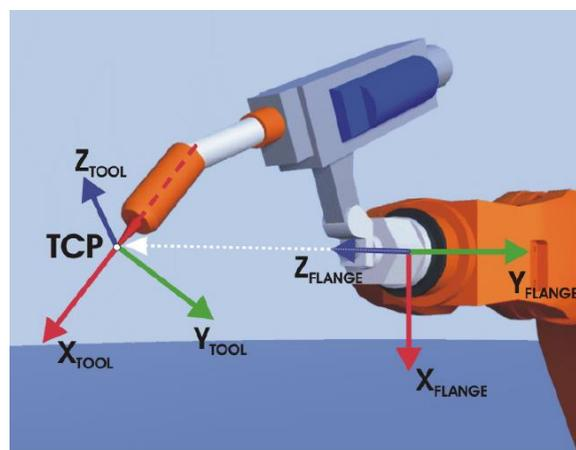

Figure 3 : repère de la flasque (*flange*) (R_7) et repère de l'outil (*tool*) (R_7) complexe.
B) **Dans le cas d'outil complexe**, il s'agit de déterminer le repère Outil dans son ensemble (sa position, mais également son orientation) par rapport au repère R_7 , voir la figure 3. Pour cela, en plus d'une méthode permettant de déterminer la position du repère Outil, les constructeurs de robots proposent une méthode, également basée sur la mesure de points, pour déterminer son orientation.